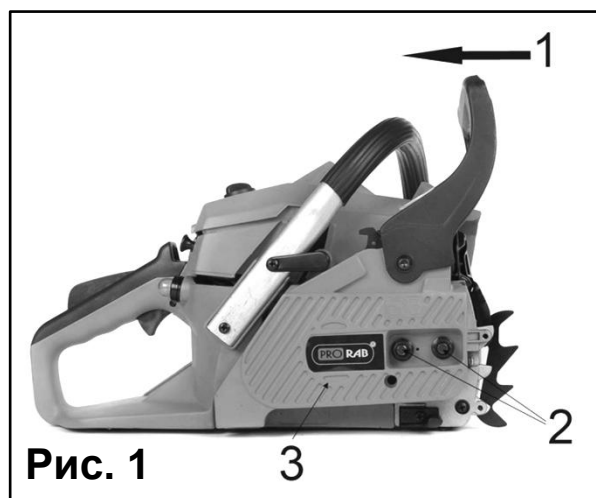
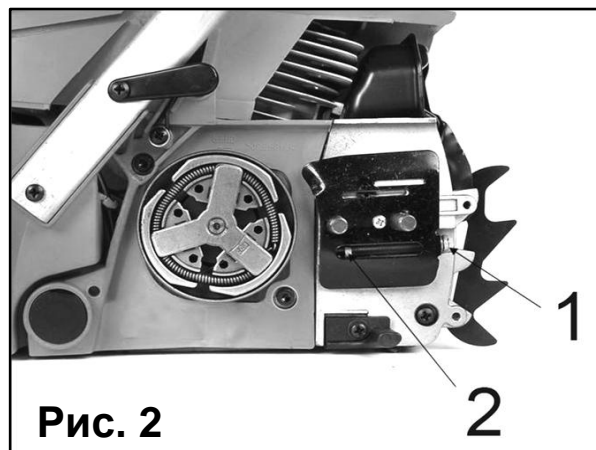

Рис. 1
Рис. 2
- Убедитесь, что рукоятка тормоза цепи (1) сдвинута в положение ВЫКЛ. (Рис. 1).
- Отвинтите предохранительные гайки шины (2). Снимите крышку тормоза цепи (3), потянув ее вверх. Возможно, потребуется приложить усилие
- С помощью отвертки поверните регулировочный винт (1) против часовой стрелки, пока выравнивающий штифт (2) (выступающее острие) не достигнет своего предельного положения (Рис.2)